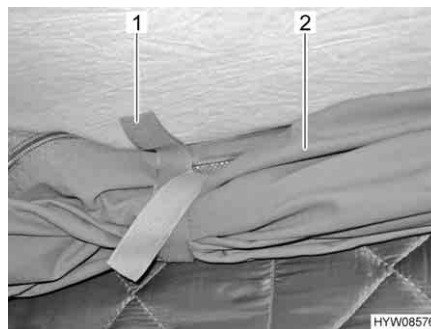

Fig. 24 Passanti di sostegno
- Staccare i passanti di sostegno (Fig. 24,1) che si trovano sul tessuto della tenda avvolto (Fig. 24,2).
- Avvolgere il tessuto della tenda (Fig. 24,2) e fissarlo con i passanti di sostegno (Fig. 24,1).